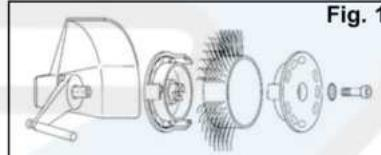
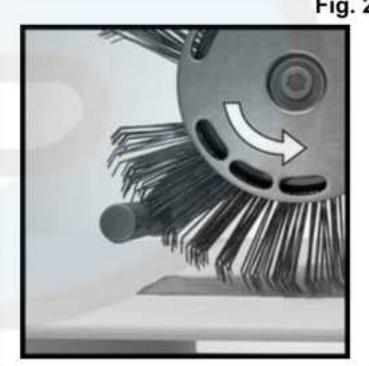

Fig. 1
Fig. 2
- Interrumpa el suministro de aire comprimido y, a continuación, sujeté correctamente el Anillo de Púas Bristle Blaster® de 23 mm, o bien, de 11 mm con el correspondiente Adaptador (observe la dirección de marcha) y la arandela de frenado dentellado prevista para tal fin y el tornillo en la herramienta. Véase Fig. 1 y Fig. 2
- ¿Está marchando el Anillo de Púas en el sentido opuesto al correcto? – Alinee el Anillo de Púas de tal manera que marche en la dirección prescrita (véase Capítulo 7, Puesta en funcionamiento, Fig. 2).